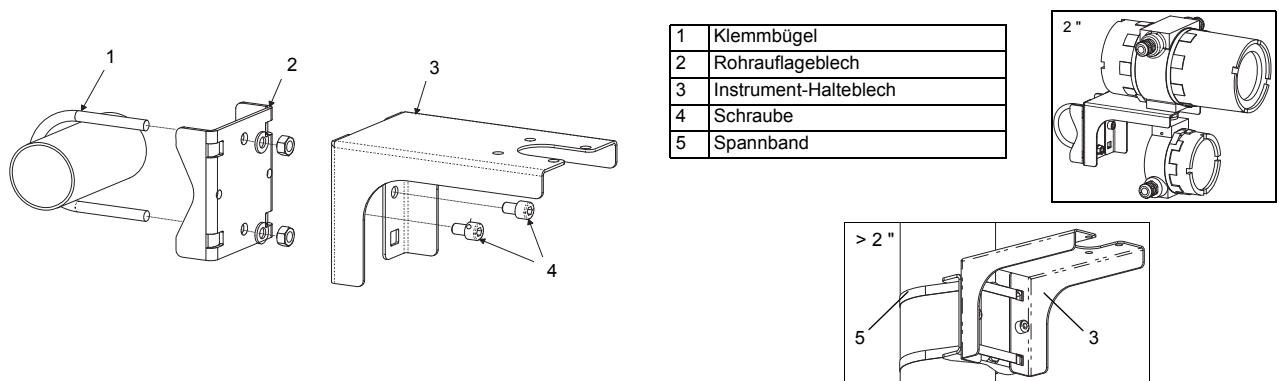

Abb. 6.1: Rohrmontagesatz
- Befestigen Sie die Unterseite des oberen Gehäuses an dem Instrument-Halteblech (3) (siehe Abb. 6.1).
- Befestigen Sie das Rohrauflegeblech (2) am Rohr (siehe Abb. 6.1).
- Befestigen Sie das Instrument-Halteblech (3) mit den Schrauben (4) am Rohrauflegeblech (2).
- Befestigen Sie die Unterseite des oberen Gehäuses am Instrument-Halteblech (3).
Der Rohrmontagesatz wird anstelle des Klemmbügels mit Spannbändern am Rohr befestigt (siehe Abb. 6.1). Schieben Sie die Spannbänder (5) durch die Löcher des Instrument-Halteblechs (3).